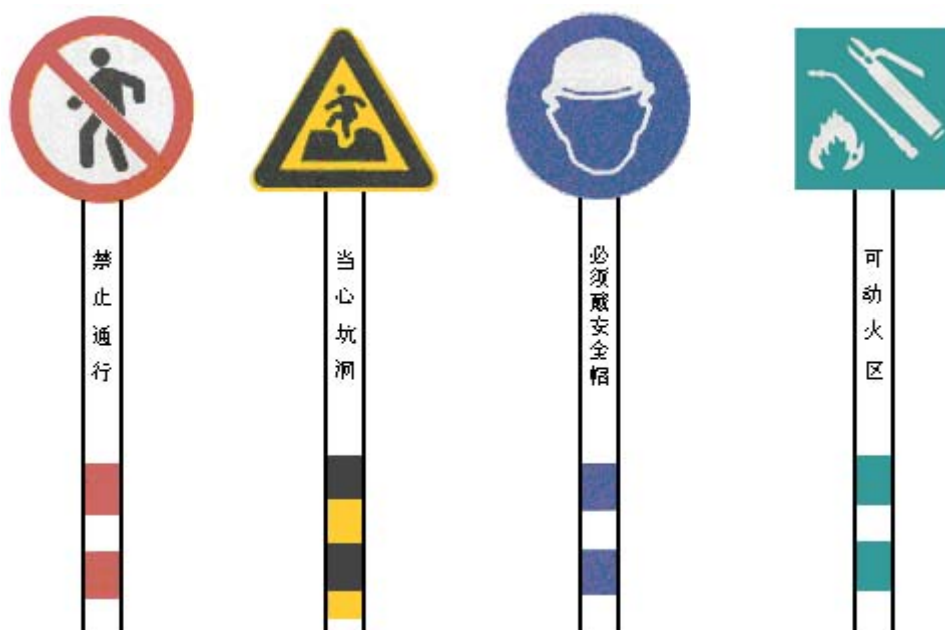

图7 竖写的文字辅助标志
4.7.5 文字辅助标志竖写时，文字的颜色应为黑色，背景色为白色。标志杆下部色带的颜色应与图形标志的颜色相一致。如图7所示。